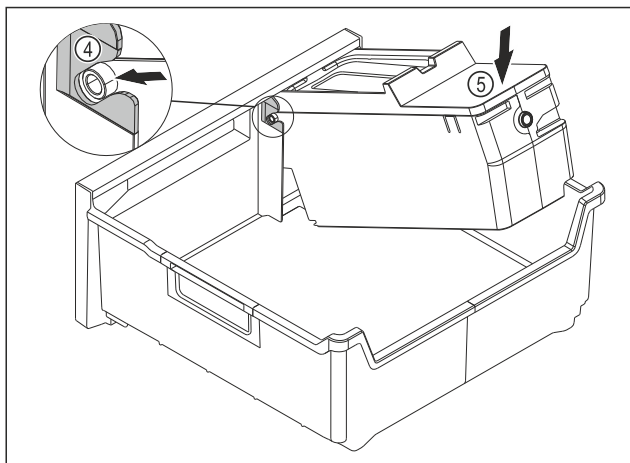

Fig. 201
- Montáž korpusu EasyTwist-Ice: Osy korpusu EasyTwist-Ice zasuněte do vedení Fig. 201 (4).
- Stlačte korpus EasyTwist-Ice Fig. 201 (5) vzadu dolů.